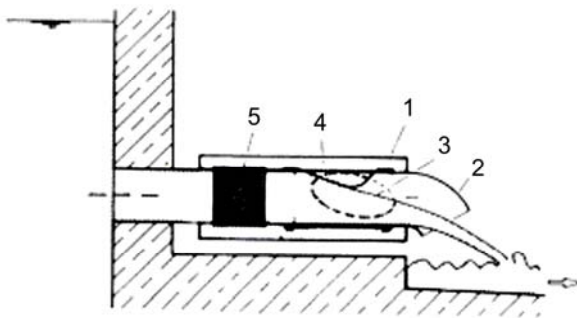

Figure 2 : Régulateur à membrane **HYDROVEX® TTT, Type U**
Le régulateur à membrane **HYDROVEX® TTT, Type U** est installé dans un regard séparé en liaison avec le bassin d'eaux pluviales. Il est constitué de deux tuyaux emboîtés l'un dans l'autre (voir **Figure 2**). Le tuyau extérieur (1) est transparent, fermé, et étanche à l'air environnant. Le tuyau d'étranglement (2) est concentrique au précédent. Par débit de temps sec, l'eau traverse le régulateur avec un passage total libre.